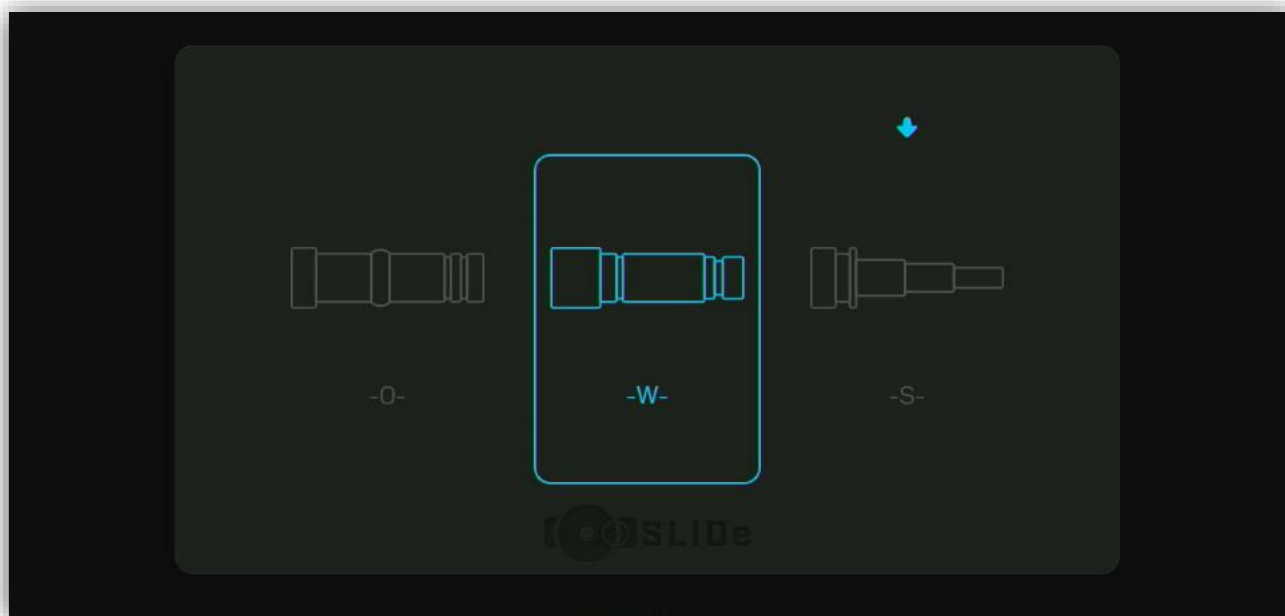

Figura 7 - Menu de seleção do cabo de luz
- Selecione a configuração padrão do cabo de luz e confirme, chegando ao ecrã seguinte (ver Figura 7).
- Olympus (O),
- Wolf (W),
- Storz (S).